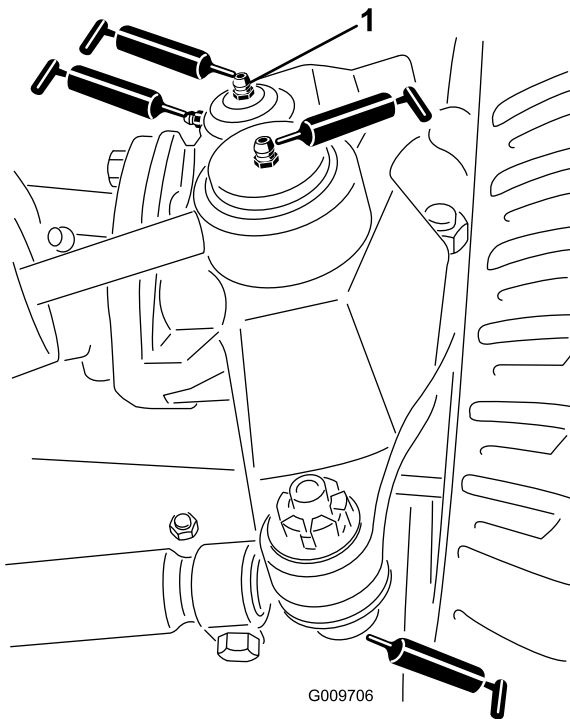

Figura 51
- Giunti sferici (2) del cilindro di sterzo (Figura 51)
- Giunti sferici (2) del tirante (Figura 51)
- Boccole (2) del perno del fuso a snodo (Figura 51). **Il raccordo superiore sul perno del fuso a snodo richiede soltanto una lubrificazione annuale (2 pompate).**